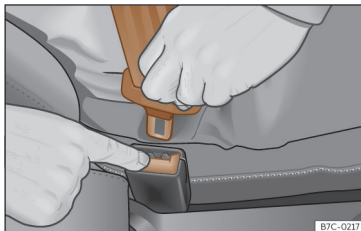

Fig. 14 Soltar a lingueta do fecho do cinto.
- Pressione o botão vermelho do fecho >>> **Fig. 14**. A lingueta saltará do fecho.